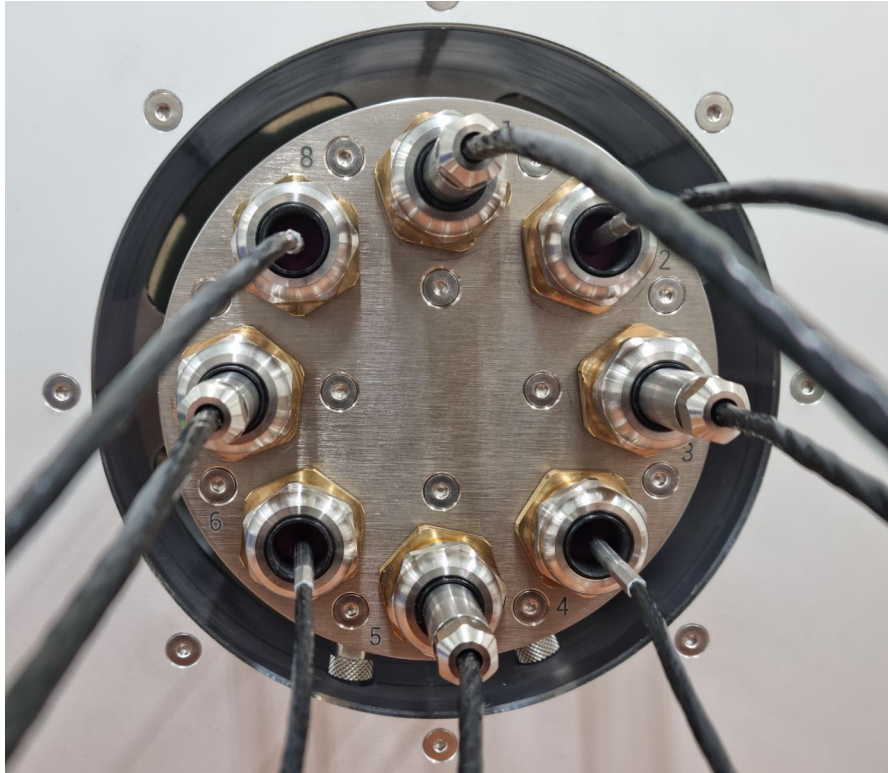

Рисунок 32 – Преобразователи установлены в измерительную камеру генератора.
- 6) Установите все преобразователи в измерительную камеру генератора таким образом, чтобы зонды измерения влажности и температуры находились в смежных позициях (Рисунок 32). Если трубчатый ключ из комплекта генератора не имеет специальных пропилов для кабеля (Рисунок 31), для закручивания втулок используйте гаечный ключ. Втулки должны быть вкручены в измерительную камеру с усилием.